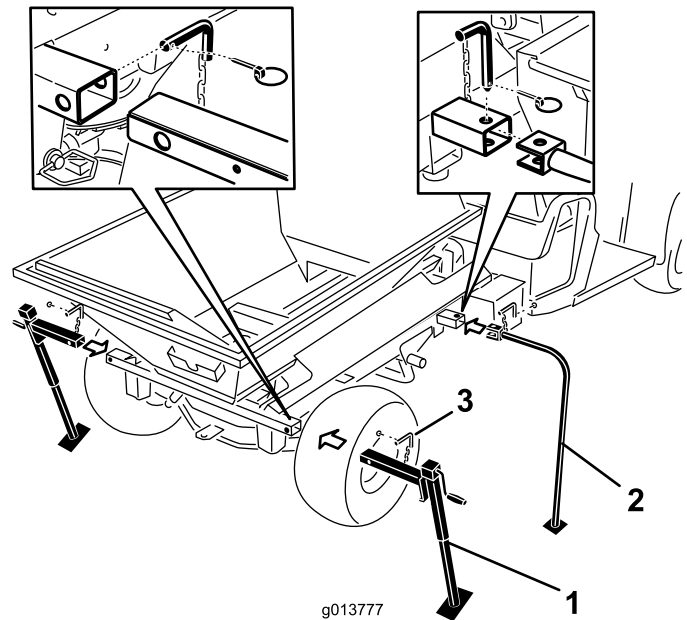

Figura 49
7. Inserite le gambe del supporto di rimessaggio anteriore e i cavalletti metallici posteriori nei tubi della macchina e fissateli con i perni di bloccaggio (Figura 49).